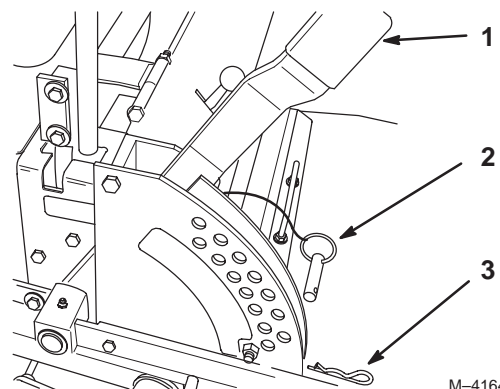

Figure 20
1. Appuyez sur la pédale d'aide au relevage tout en élevant le levier de sélection de hauteur de coupe à la position de transport (qui correspond aussi à la hauteur de coupe de 127 mm (5 pouces)) (Fig. 20).
2. Pour changer de hauteur de coupe, retirez la goupille fendue et l'axe de chape du support de hauteur de coupe (Fig. 20).
3. Placez l'axe de chape dans le trou du support correspondant à la hauteur de coupe voulue (Fig. 20).
4. Fixez l'axe de chape avec la goupille fendue (Fig. 20).